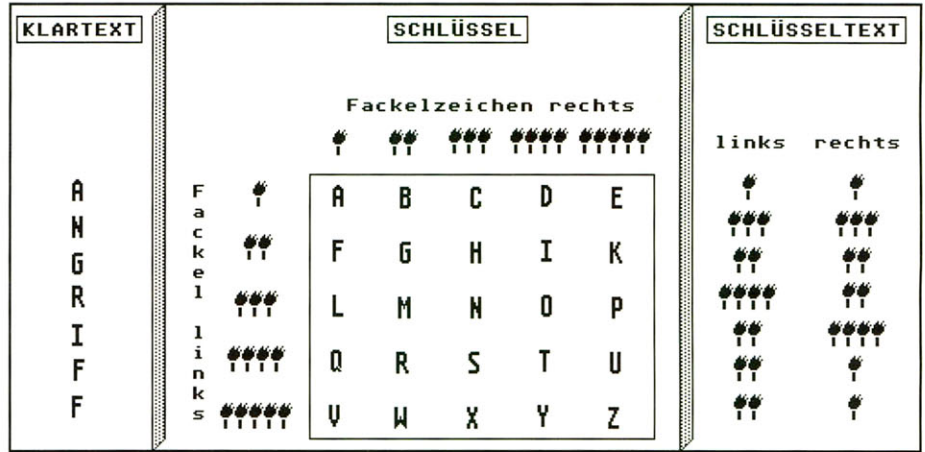

Abb. 2: Fackeltelegraphie des Polybios
Fackeltelegraphie (1). Ein Buchstabe des Klartextes wird durch zwei gleichzeitig gegebene Fackelsignale symbolisiert, wobei vom Beobachter gesehen, die linke Seite für die Zeile, die rechte Seite für die Spalte steht (s. Abb. 2). Um zum Beispiel das 'B' zu signalisieren, müssen links eine, rechts zwei Fackeln gezeigt werden.